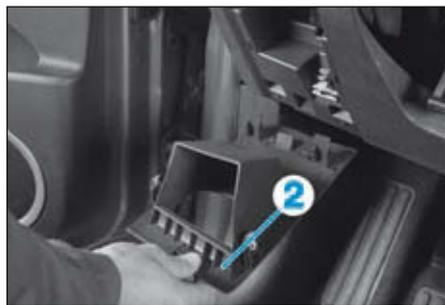

FIG.20
- le casier de rangement (2) (Fig.20),